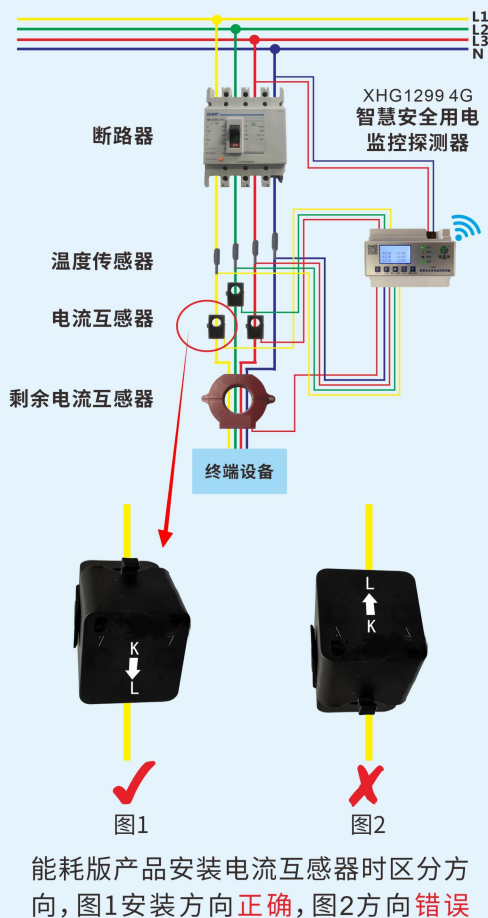

图 2-3 XHG1299 4G 互感器安装示意图
- (1) 漏电回路：连接剩余电流互感器，不分极性，用于探测剩余电流；
- (2) 电流回路：连接电流互感器，用于探测电流；（电流互感器安装区分方向，安装方式如图 2-3。）
- (3) 温度回路：连接温度传感器，不分极性，用于探测配电箱线体温度，应紧贴线体表面安装；
- (4) 常开点：报警信号输出，正常时为常开，报警时为常闭；
- (5) AC220V：火线(L)和零线(N)，强电接线，请务必注意，防止接线短路；
- (6) SIM 卡：注意安装 SIM 卡的方向不能搞反。